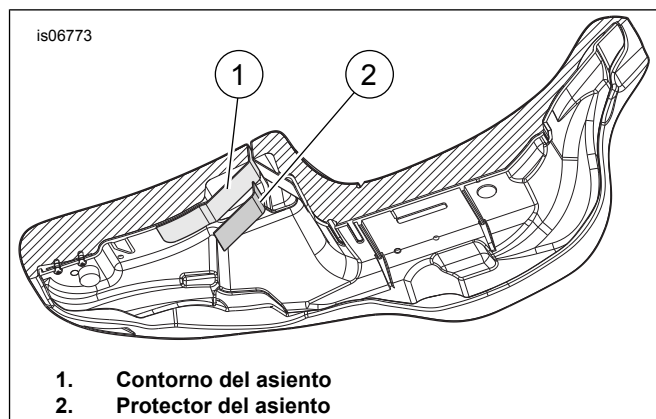

Figura 12. Parte inferior del asiento
13. Vea la Figura 12. Note la forma de la superficie de las cubiertas del protector del asiento (2) y dé forma suavemente al protector que se se ajuste mejor a los contornos del asiento (1).